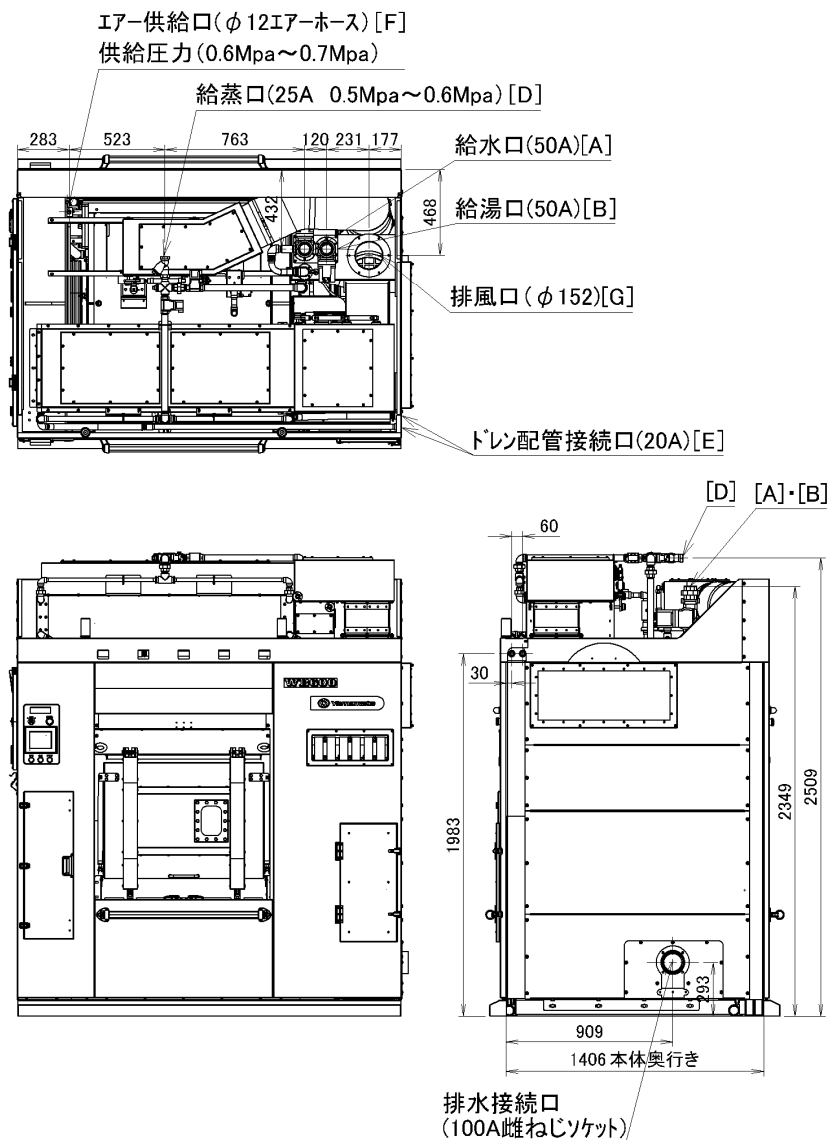

図 5-1
- ・ 給水口(50A) に配管を接続します。(図 5-1 参照)
- ・ 給湯接続口(50A)に配管を接続します。(図 5-1 参照)
- ・ 排水接続口(100A)に配管を接続します。(図 5-1 参照)
- ・ エアー供給口(φ12)にφ12 エアーホースを接続します。(図 5-1 参照)
- ・ 給蒸口(25A)に配管を接続します。(図 5-1 参照)
- ・ 排気口(φ152)にダクトを接続します。外形はφ152 (7.8")です。(図 5-1 参照)